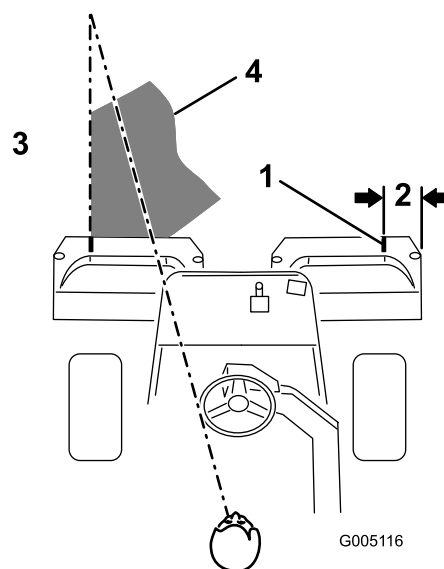

Рисунок 23
**Примечание:** Чтобы машина всегда двигалась по грину строго по прямой с сохранением равных интервалов от края предыдущей скошенной полосы, создайте воображаемый ориентир примерно 1,8–3 м перед машиной на краю нескошенной части грина (**Рисунок 23**). Используйте как часть ориентира наружный край рулевого колеса, т.е. удерживайте край рулевого колеса совмещенным с точкой, которая всегда находится на одном и том же расстоянии от переднего края машины.